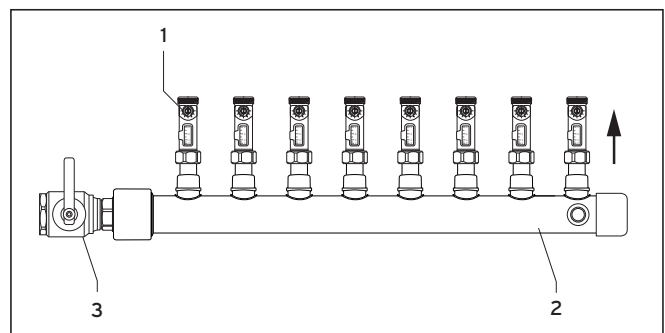

Fig. 4.6 Montering af fordeleren
- Monter gennemstrømningsmængdebegrænserne på fordeleren som vist på fig. 4.6. Vær opmærksom på strømningsretningen.